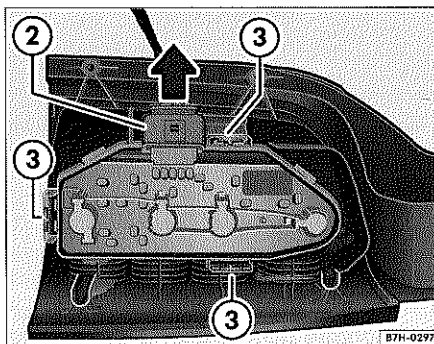

Fig. 42 Grupo óptico trasero: desenchufe el conector (2) y desbloquee los portalámparas (3)
- Extraiga el conector ⇒ página 102, fig. 42 ② del portalámparas.
- Desbloquee el portalámparas desencajando las tres lengüetas de plástico ③ y extraiga la cubierta.